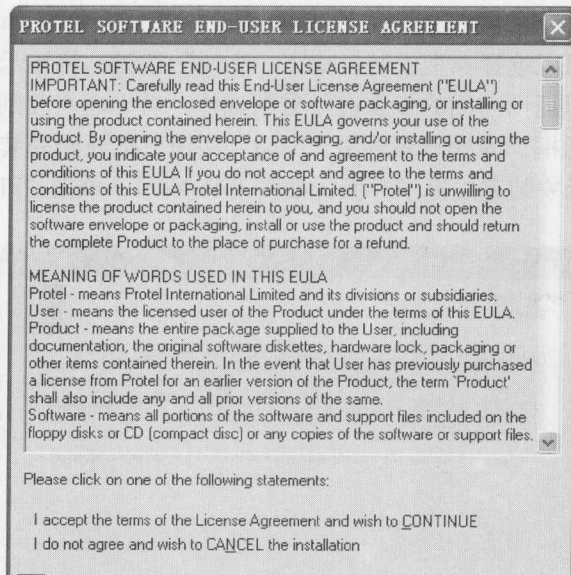

图 1-16 Protel 99 SE 补丁安装的第一个对话框
⑤ 完成 Protel 99 SE 安装后,可执行安装光盘上的 Protel 99 SE_Service_pack6.exe 文件,安装补丁程序。进入补丁安装程序的第一个对话框,如图 1-16 所示。单击窗口下方的“CONTINUE”,进入第二个对话框,即安装路径选择对话框,采用默认路径,单击“Next”按钮,即开始安装补丁程序。安装完成后单击“Finish”按钮即完成补丁安装。
⑥ 最后汉化中文菜单。将安装光盘中的 client99se.rcs 复制到 windows 根目录中。但在复制中文菜单前,先启动一次 Protel 99 SE,关闭后将 windows 根目录中的 client99se.rcs 英文菜单保存起来。